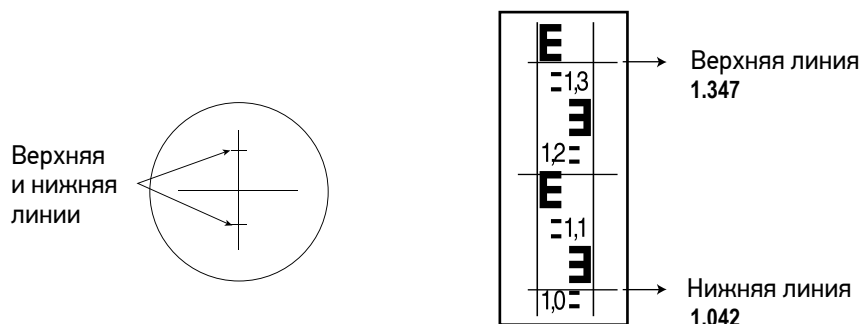

Рисунок 5
- Сфокусируйте нивелир на измерительной рейке. Запишите значения высоты по верхней и нижней линиям перекрестия (рис. 5).